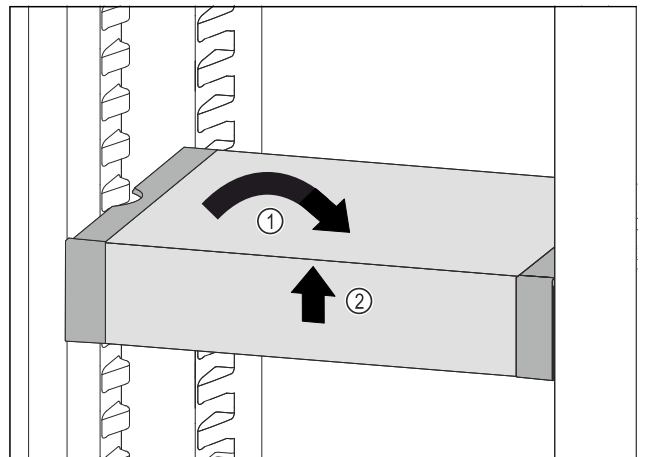

Fig. 96
- VarioSafe gerade stellen. Fig. 96 (1)
- VarioSafe vorne anheben. Fig. 96 (2)